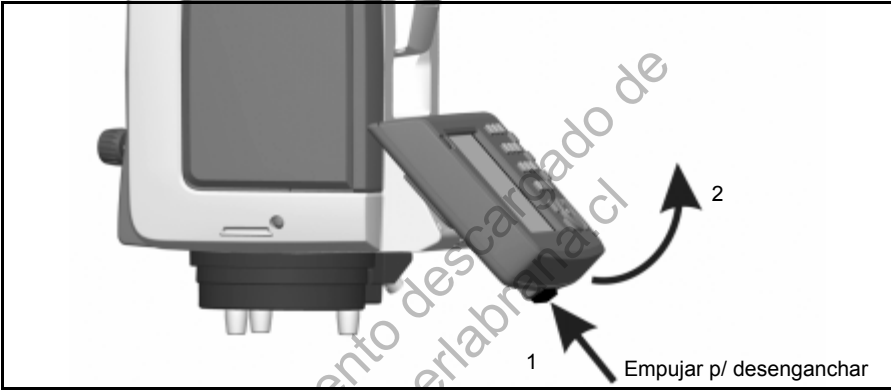

Figura 4.36 Desconexión del Trimble CU (1)
1. Presione el botón de desenganche que hay en la parte inferior del CU. Véase la Figura 4.36 (1)
2. Saque el CU del instrumento levantándolo desde abajo (2):